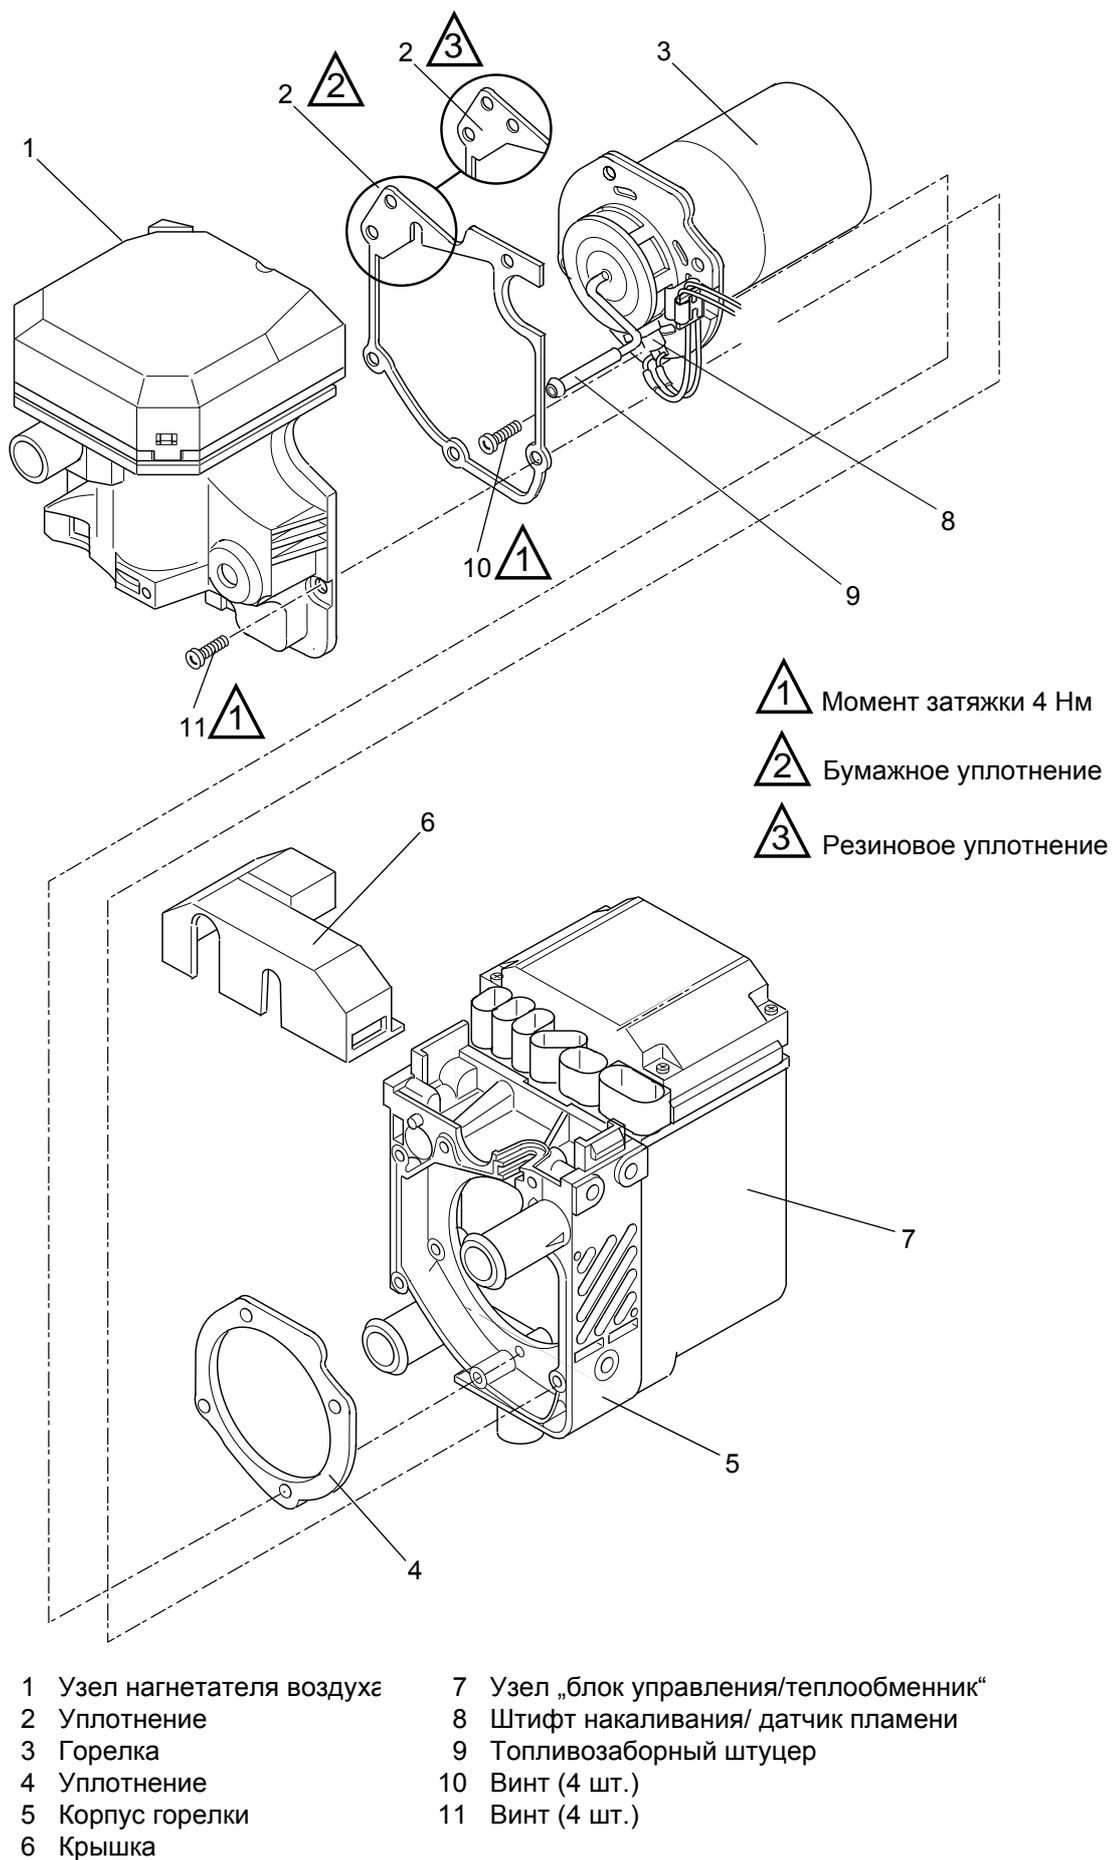

Рис.. 902 Отопитель в разобранном состоянии
1. Осторожно снять крышку (6, рис. 902), поддев ее.
3. Снять винты (11).
4. Отсоединить узел нагнетателя воздуха (1) от корпуса горелки (5) и топливозаборного штуцера (9).
5. Снять уплотнение (2).
Для герметизации соединения узла нагнетателя воздуха и корпуса горелки предусмотрены 2 уплотнения (2, рис. 902), входящие в комплект запчастей: бумажное и резиновое с утолщениями на одной из сторон. Их необходимо использовать следующим образом:
2. Выдавить насадку кабеля штифта накаливания/ датчика пламени (8, рис. 902) из корпуса горелки (5).
3. Вынуть винты (10).
4. Вынуть горелку (3) со штифтом накаливания/ датчиком пламени (8) из корпуса горелки (5).
5. Снять уплотнение (4).